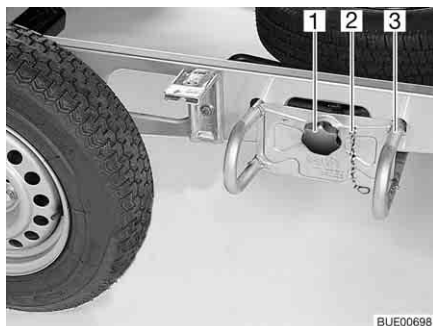

Fig. 252 Supporto per la ruota di scorta
- Sganciare la catena di sicurezza (Fig. 252,2).
- Svitare la manopola (Fig. 252,1) ed estrarla.
- Sfilare il supporto per la ruota di scorta (Fig. 252,3) di ca. 10 cm e riporlo a terra.